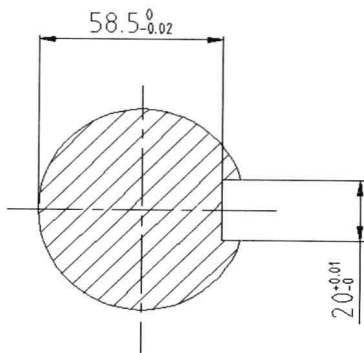

图 7-6-4
(4) 双击右侧标注对象, 打开“特性”选项板, 在公差栏下, 修改下偏差值为0, 上偏差值为+0.01, 按 Esc 键, 取消选择。此时标注公差值单独修改后如图7-6-4所示。